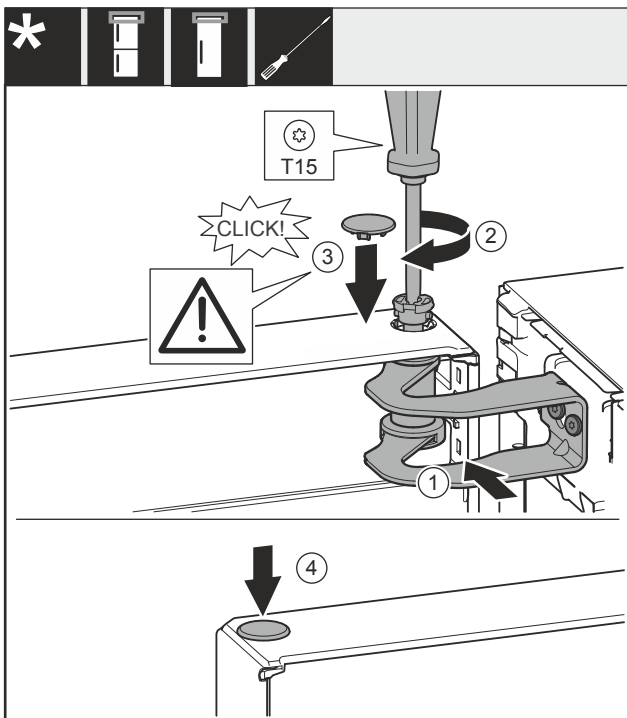

Fig. 59
- ▶ Выровняйте дверь по отверстию в опорном кронштейне Fig. 59 (1).
- ▶ Вставьте палец Fig. 59 (2) и затяните отверткой.
- ▶ Установите крышку Fig. 59 (3).
- ▶ Проследите за тем, чтобы крышка Fig. 59 (3) прилегала к дверям.
- ▶ Установите крышку Fig. 59 (4).